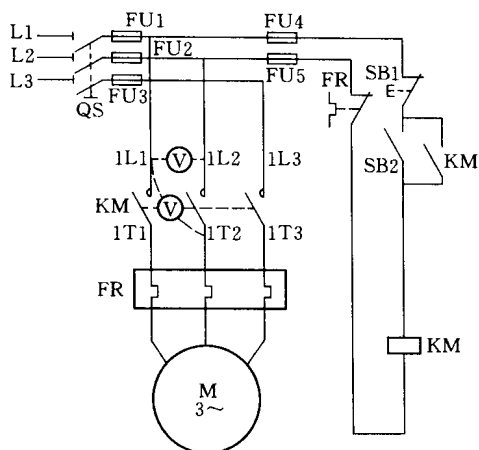

图 0-5 混合测量法检查主电路断路故障
4) 主电路的混合电压测量法。主电路的混合电压测量法如图 0-5 所示。
这种测量法是利用平行测量法大致判断故障部位后，再采用交叉测量来确定故障点，如图 0-5 所示。若测得 1L1、1L2 电压正常，而 1T1、1T2 电压不正常，这时可测量 1L1、1T2 两接点间的电压，若电压正常，则表明 1L1 与 1T1 之间存在接触不良故障，否则是 1L2 与